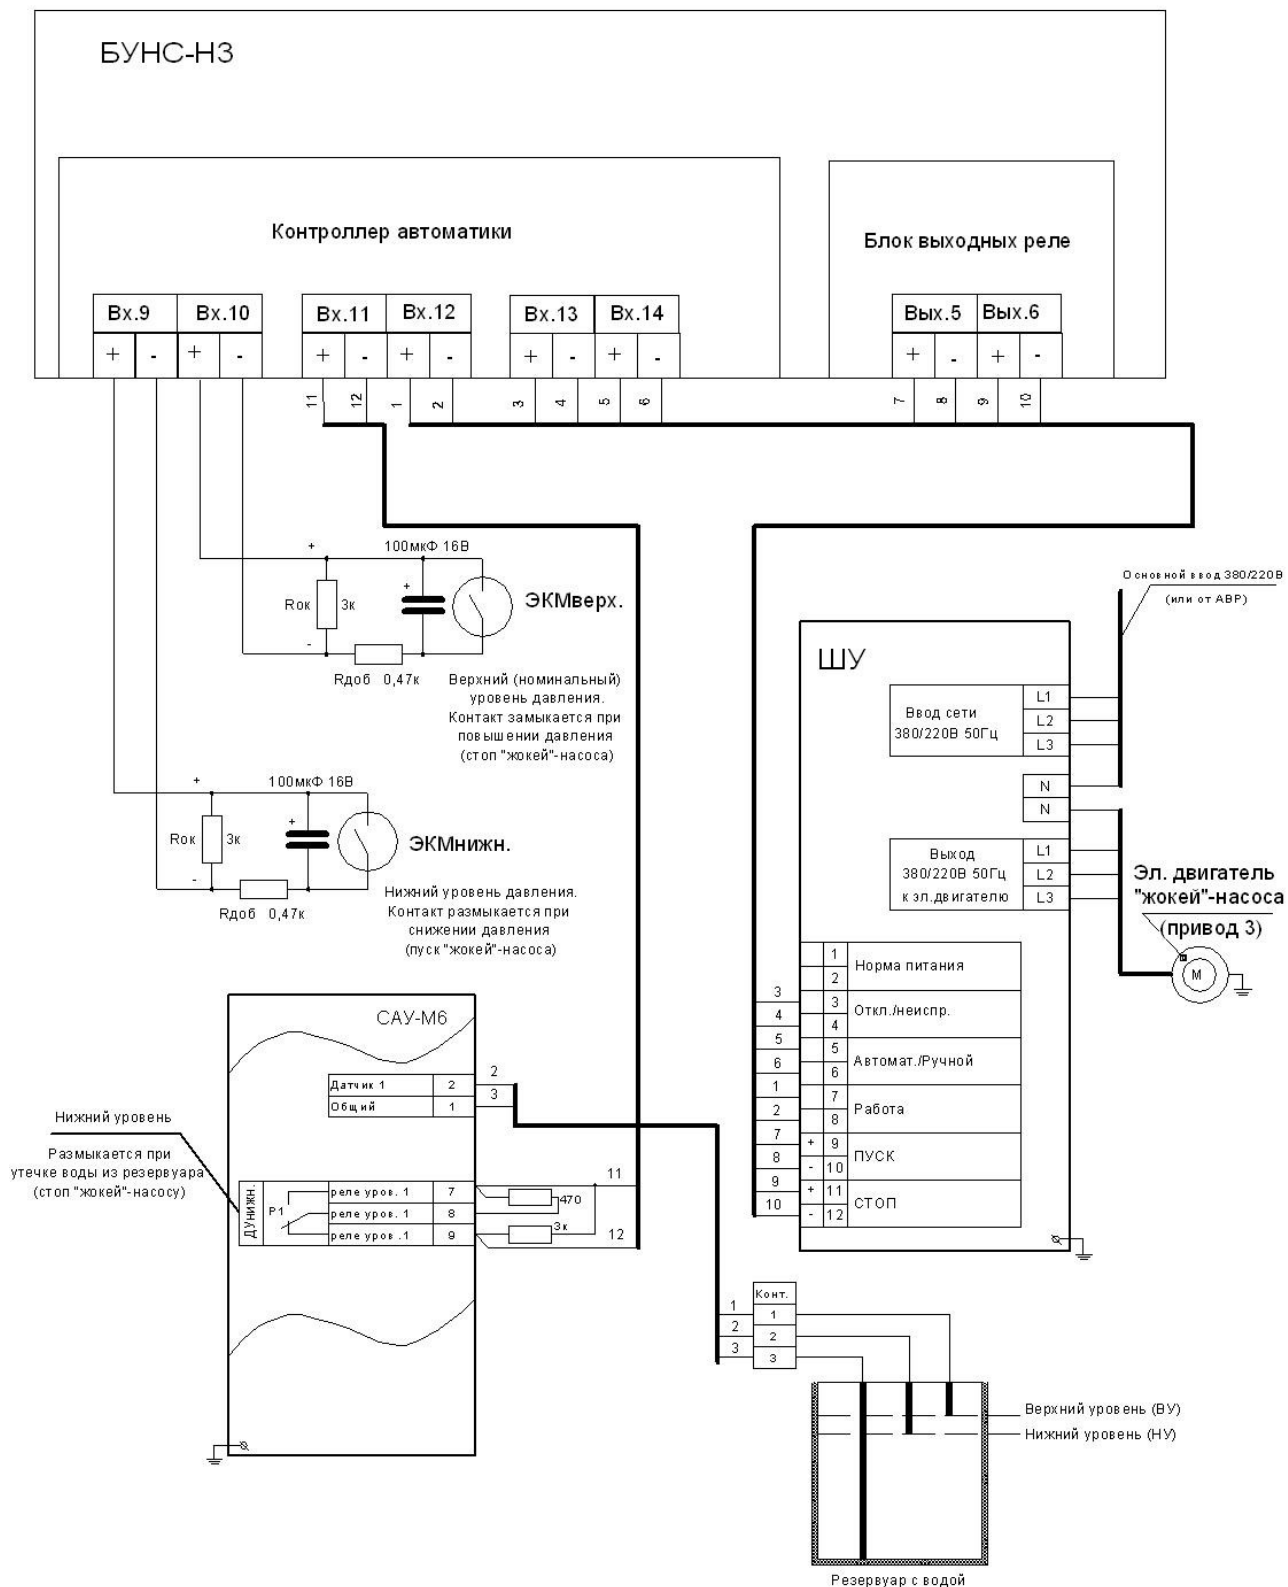

Рисунок 5.5
- рисунок 5.5 – «жокей»-насоса – привод 3.